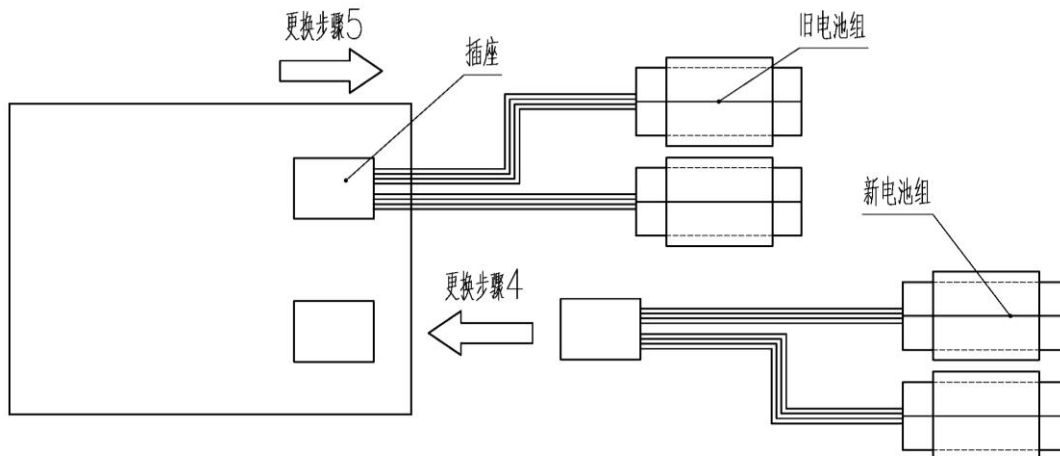

图 20 电池组连接
- ① 关闭控制器主电源；
- ② 拆下电池盒，拉出旧电池组，以便更换；
- ③ 把旧电池组从电池盒中取出，注意不要拔下旧电池组插头；
- ④ 把新电池组插在电池盒内空闲的插座上（参考图 20）；
- ⑤ 拔下旧电池组；